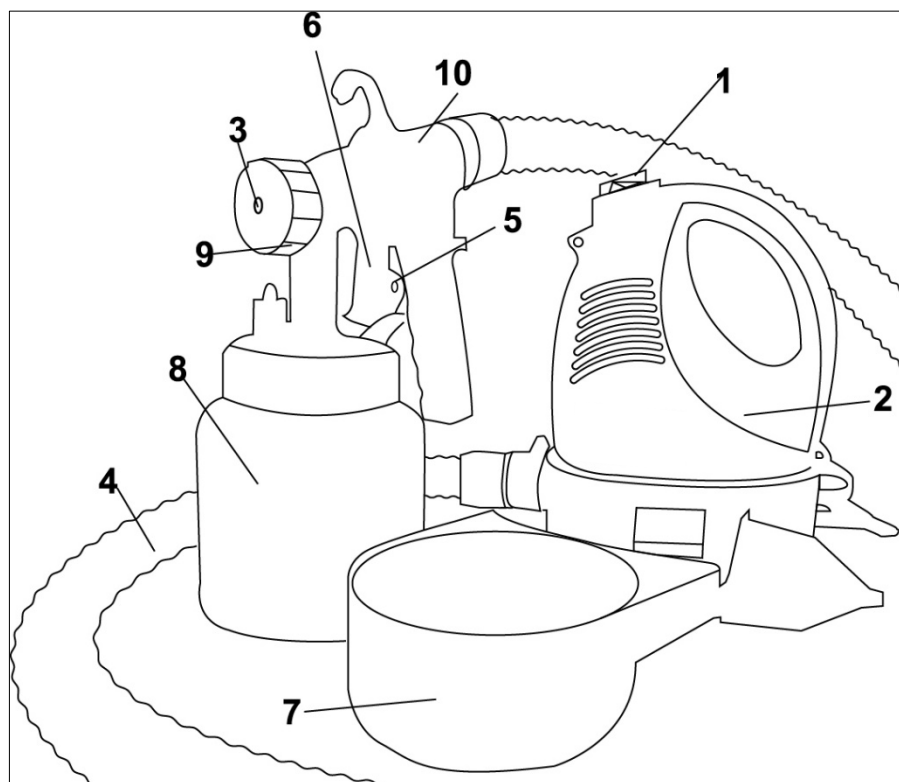

Рис. 1. Общий вид (ЭКП-700В)
4.1 ЭКП-700В имеет разнесённые компрессорный блок и краскораспылитель, снижают вес в руках оператора. Гофрированный шланг (рис.1 поз.4) позволяет окрашивать поверхности, при нахождении компрессорного блока на полу. ЭКП-400 является одним блоком и включается при нажатии на пусковой курок.
У ЭКП-700В коллекторный двигатель в сборе с компрессором расположен в пластиковом корпусе (рис.1 поз.2), состоящем из двух половин. В верхней части корпуса находится клавиша выключателя двигателя (рис.1 поз.1). Она имеет два фиксированных положения: «О» - выключено, «1» - включено. Воздух из компрессора подаётся гофрированным шлангом в краскораспылитель (рис.1 поз.10).
Из бачка (рис.1 поз.8), под давлением сжатого воздуха, краска всасывающей трубкой подаётся в форсунку, для смешивания её с воздухом. В форсунке происходит смешивание воздуха с краской и подача в насадку - распылитель (рис.1 поз.3), для покрытия поверхностей.
Регулятором (рис.1 поз.5) изменяется расход распыляемого материала. Поворот винта регулятора против часовой стрелке уменьшает количество распыляемого материала, по часовой – увеличивает.
В передней части рукоятки краскораспылителя расположен пусковой курок (рис.1 поз.6), при нажатии на который воздушно-капельная смесь через форсунку подаётся в распылительную головку (рис.1 поз.3). При отпуске клавиши подача краски к форсунке прекращается. После окончания работы необходимо отключить компрессор выключателем (рис.1 поз.1).
7.2 Для модели ЭКП-700В соедините гофрированным шлангом выходной штуцер корпуса компрессорного блока с входным штуцером краскораспылителя. Проверьте надёжность затяжки зажимной гайкой (рис.1 поз.9) головки распылительной (рис.1 поз.3).